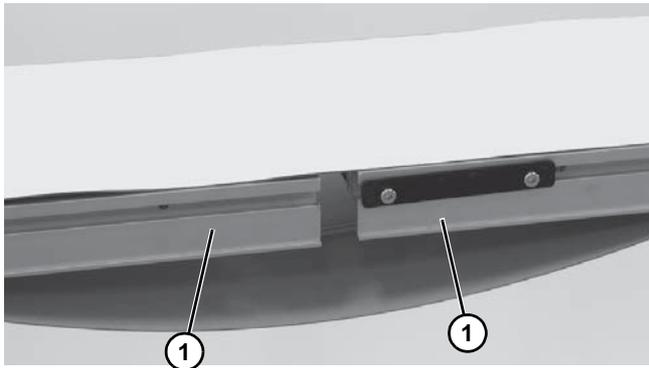

Figure 7
3. Dérouler la bande du convoyeur et placer les sections de châssis du convoyeur (**Figure 7, élément 1**) dans la boucle de la bande.